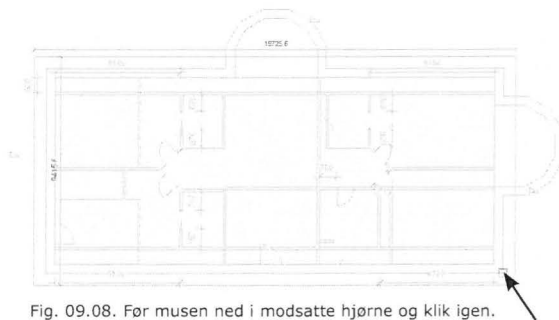

Fig. 09.08. Før musen ned i modsatte hjørne og klik igen.
- Klik derefter i modsatte hjørne (Fig. 09.08).